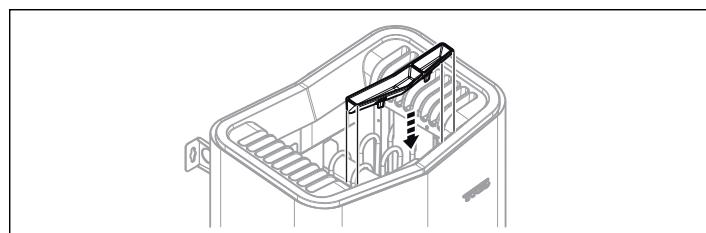

Рисунок 9: Установка подставка для флакона с ароматизатором/увлажнителем воздуха
- 7.** Установите чашу для трав/увлажнитель воздуха (см. Рисунок 9).